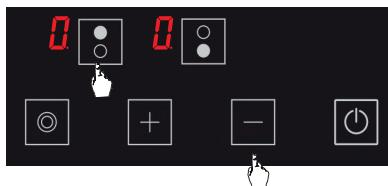

Figure 14
1. Appuyez sur la touche de sélection de plaque de cuisson supérieure (8) et sur la touche moins (-) simultanément, vous entendrez un court signal d'avertissement à ce moment-là. (voir Fig. 14) Puis, enlevez vos doigts du panneau de commande de la cuisinière.